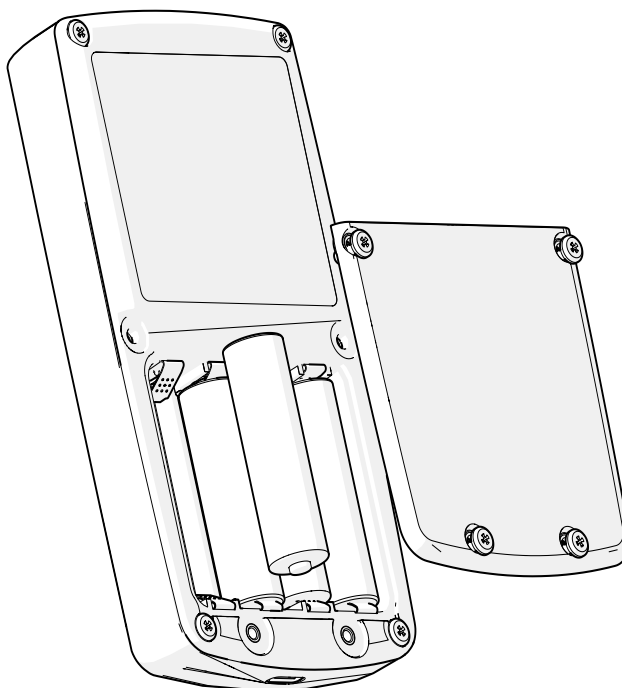

Figura 6-1: Installazione delle batterie
1. Utilizzare un cacciavite Pozidriv per svitare le viti di fissaggio che fissano il coperchio del vano batteria. Vedi Figura 6-1.